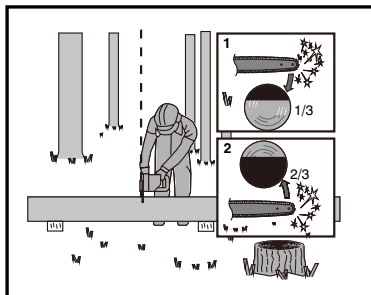

Figura 5
Cuando el tronco esté apoyado en ambos extremos, como se ilustra en la figura 5, corte 1/3 del diámetro desde la parte superior (sobrecorte) (1). A continuación, realice el corte final subiéndolo (2) los 2/3 inferiores para que coincidan con el primer corte.